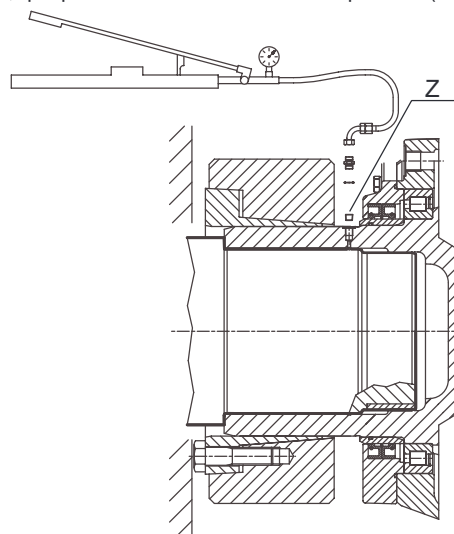

Fig. 4
- Com um saca-pinos e um martelo, remover de sua sede um dos dois pinos "A" (ver a fig. 4), remover as duas molas "B" e remover o outro pino
- Deslizar a junta axialmente para liberar e retirar o bujão "Z" (ver a fig. 4) e utilizar o furo de $1/8$ pol. G, que permite a entrada de óleo sob pressão (máx. 1000 bar)